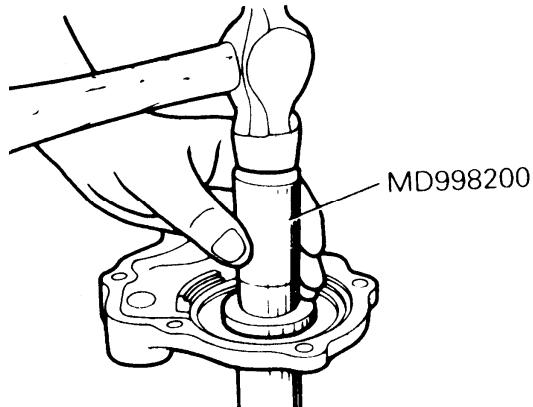

图 3-58 安装油封
(5) 如图 3-58 所示, 在安装油封时, 应对油封唇部涂敷润滑脂, 然后再用专用工具将油封敲入。